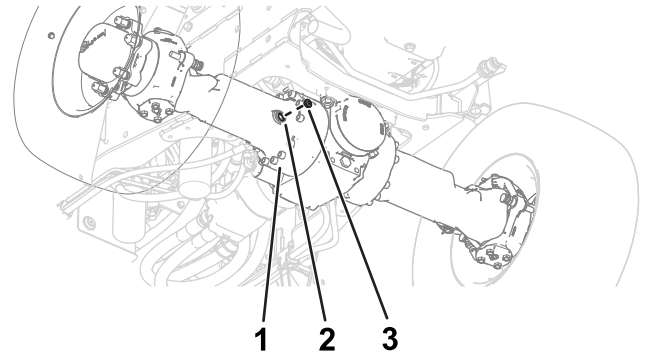
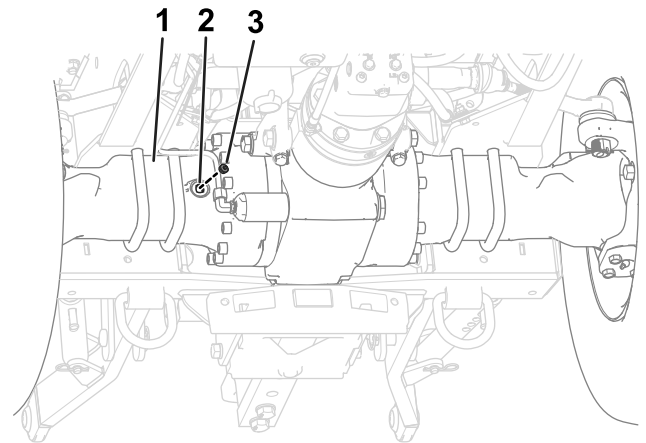

Figura 97
Figura 98
- Retire los tapones de la mirilla del alojamiento del diferencial del eje (Figura 97 y Figura 98).
- Mire a través de la mirilla, y compruebe que el nivel de aceite del eje llega a la parte inferior de la rosca del orificio (Figura 97 y Figura 98).
6. Instale el tapón en la mirilla del alojamiento del diferencial del eje (Figura 97 y Figura 98).
Nota: La Figura 98 muestra la posición de la mirilla del eje trasero.